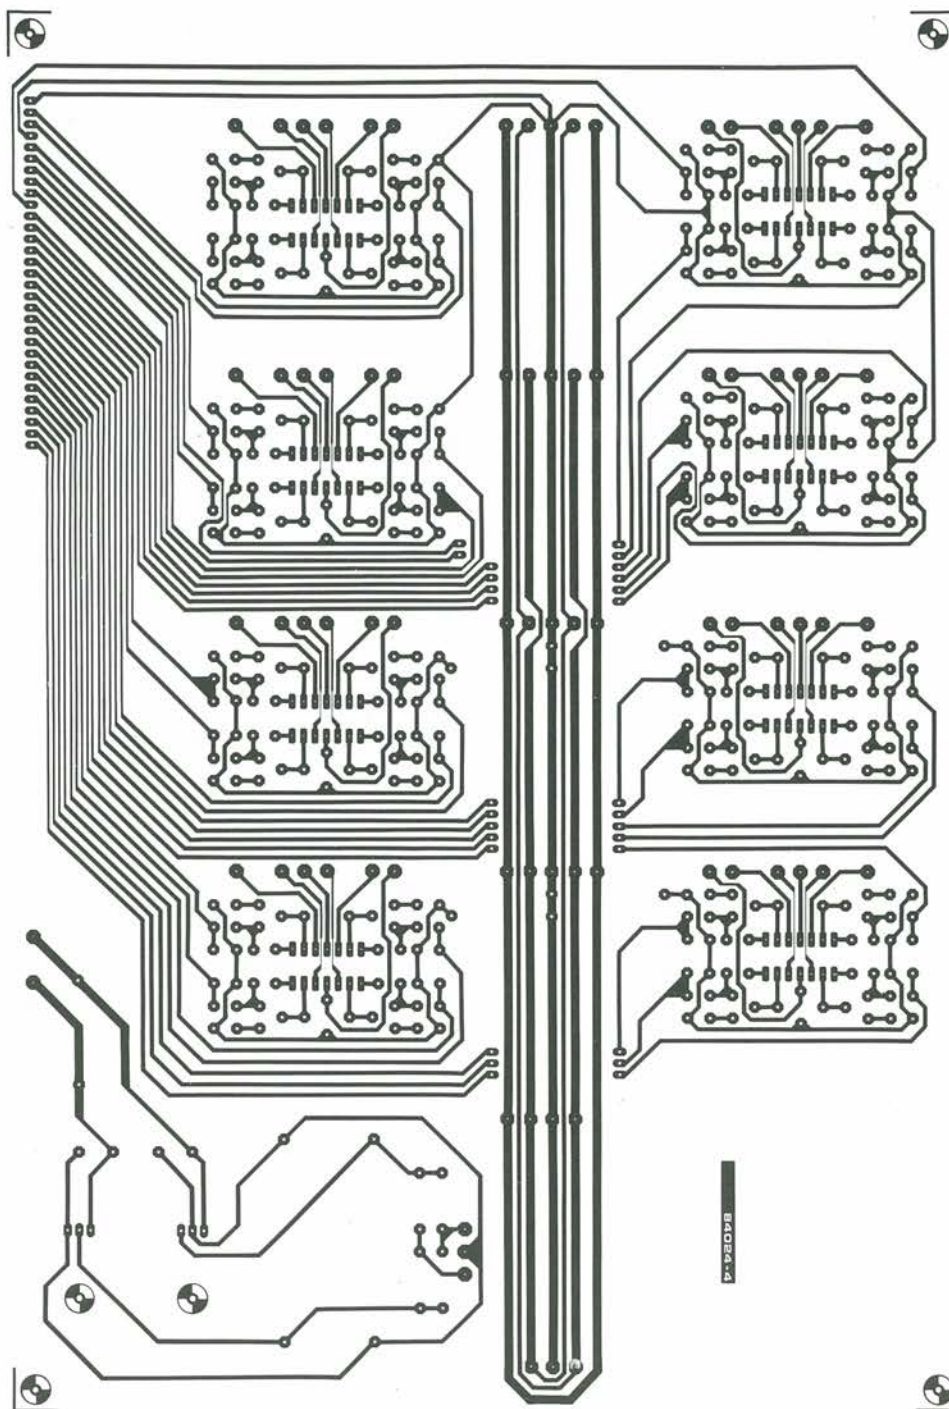

Figura 3. Qui è illustrata la scheda base ma, per le sue grandi dimensioni, non è possibile raffigurarla in grandezza naturale.
Risulta chiaro dalla Figura 3 che il segnale RD (lettura) dello Z80 ha luogo contemporaneamente a MREQ ed a IOREQ. Il segnale di base al quale abbiamo accennato un momento fa (uscita di N5) controlla anche la porta logica N3, che emette il segnale RD purché S3 sia nella giusta posizione. Il segnale WR (scrittura) è leggermente più complesso degli altri. In realtà, se WR coincide con IOREQ, appare un ciclo di clock dopo MREQ. Di conseguenza, per generare questo segnale è necessario un particolare schema logico. Per mandare a livello logico basso l'uscita di N4, il commutatore S3 deve essere nella sua posizione di destra (per dare un livello alto al piedino 9 di N4) ed anche l'uscita di N6 deve essere alta. Come dimostra il diagramma dei tempi, da una parte ciò avviene soltanto quando IOREQ è attivo (WR coincide con IOREQ) e dall'altra parte quando MREQ è attivo, ma soltanto durante gli ultimi due cicli di clock: l'uscita 1 di IC2 è applicata ad N7 dopo aver subito un'inversione da parte di I5, cosicché viene eliminato il primo ciclo di clock. La combinazione delle porte logiche N8...N10 viene usata per generare un segnale WAIT (attesa). Ciò avviene se viene fermato il conteggio di IC1 portando a livello basso il suo piedino 7 (PE) durante il ciclo di lettura o di scrittura.
Figura 3. Il diagramma dei tempi, per i cicli di lettura e scrittura in memoria, mostra un ritardo tra i segnali MREQ e WR, e questa condizione è simulata mediante una particolare combinazione di elementi logici.
Una volta tanto, sarà probabilmente più facile comprendere questo circuito osservando dapprima la serigrafia delle piste di rame, per poi prendere in esame il circuito da montare. La scheda è illustrata in Figura 3, ma non in grandezza naturale, perché le sue dimensioni reali sono leggermente maggiori di quelle di una pagina della nostra rivista. Questa scheda serve da "scheda madre" per le altre sette, e contiene un'alimentazione separata per i dispositivi di visualizzazione ed i trenta rettificatori attivi dei filtri. Lo schema elettrico non mostra molto, e per questo c'è un valido motivo: poiché la scheda contiene trenta rettificatori attivi identici, sarebbe una complicazione non necessaria indicare più di uno di questi e l'alimentatore.